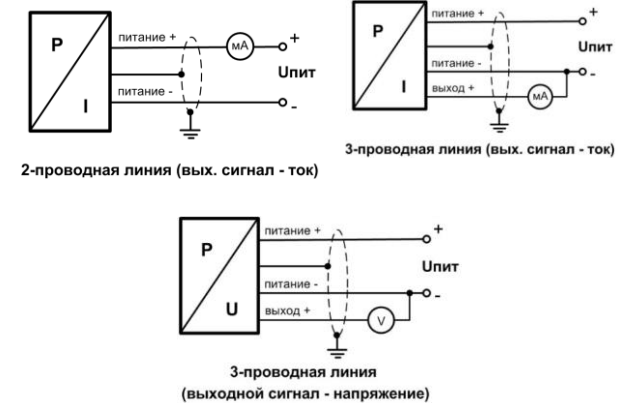

Рисунок 4. Схемы подключения без релейных выходов.
4.9. Цепи датчика подключаются через разъемы в соответствии с электрическими схемами подключения (см. рис. 4. и 5., таб. 6.) или встроенным в датчик кабелем, согласно цветовой маркировке проводов кабеля (см. таб. 6.).